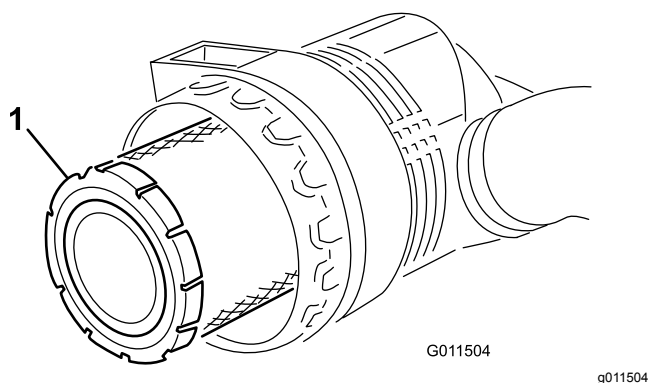

Рисунок 48
5. Снимите и замените фильтр грубой очистки(Рисунок 48).